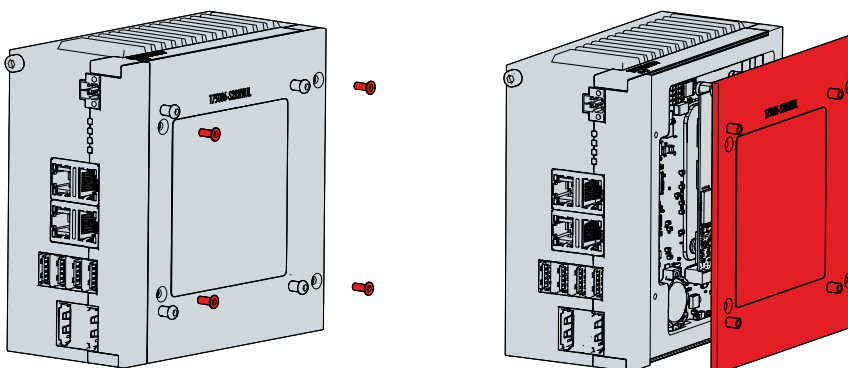

Abb. 19: Zugang Batterie und Speichermedien
Sie haben nun Zugriff auf Batterie (1) und Speichermedium (2) (siehe Abb. 19).